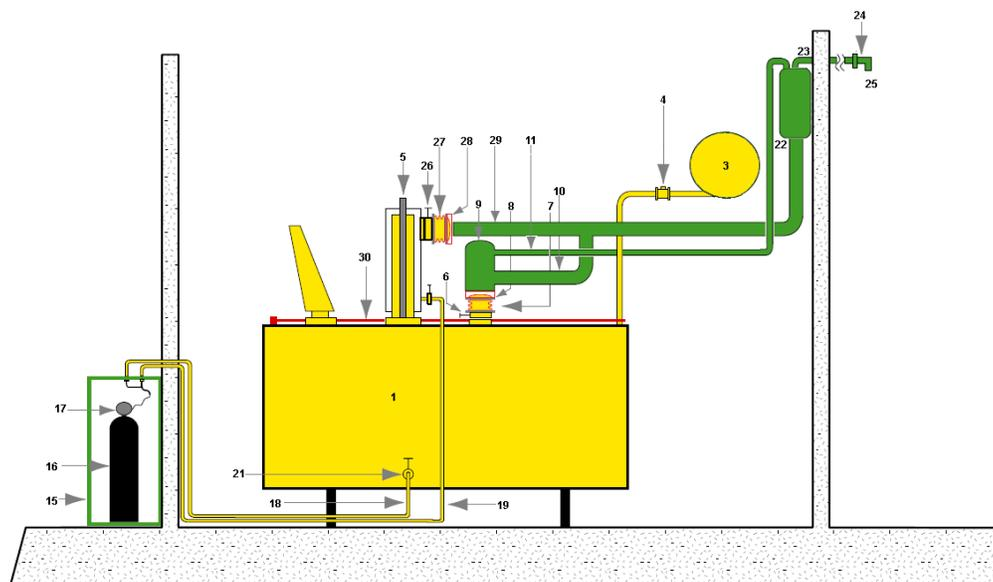

Рис. 3: Система TRANSFORMER PROTECTOR, тип TPB
- **Тип ТРВ, рис. 3**, предназначен для трансформаторов от 0,1 МВА до 1000 МВА и выше, устанавливаемых внутри помещений или вне помещений. В данном типе, в случае внутреннего короткого замыкания, депрессюризацию обеспечивают модули депрессюризации трансформатора и МКМ (поз. 6-9 и 26-28). Выбрасываемая смесь масла и газов направляется в бак отделения масла и газов (поз. 22). Газы выталкиваются через трубу для отвода взрывоопасных газов (поз. 23) за пределы здания или в отдаленное место, где они могут сгорать, не представляя опасности. Клапан отсечки воздуха (поз. 24) установлен на конце трубы для отвода взрывоопасных газов (поз. 23), чтобы не допустить проникновение воздуха в бак отделения масла и газов (поз. 22) или в бак трансформатора.